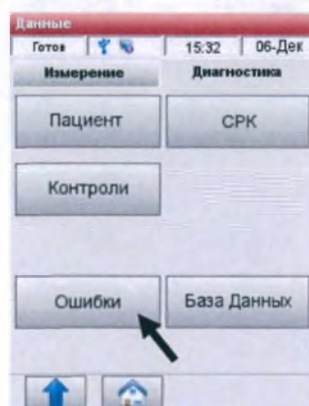

Рис.6-24 Выберите ошибки
2. На экране <Данные> нажмите вкладку <Диагностика> и выберите <Ошибки> (Рис.6-24).